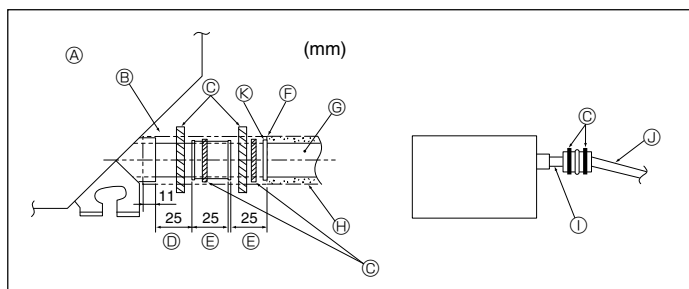

Fig. 5-2
1. Tilslut drænmuffen (følger med enheden) til drænporten. (Fig. 5-2)